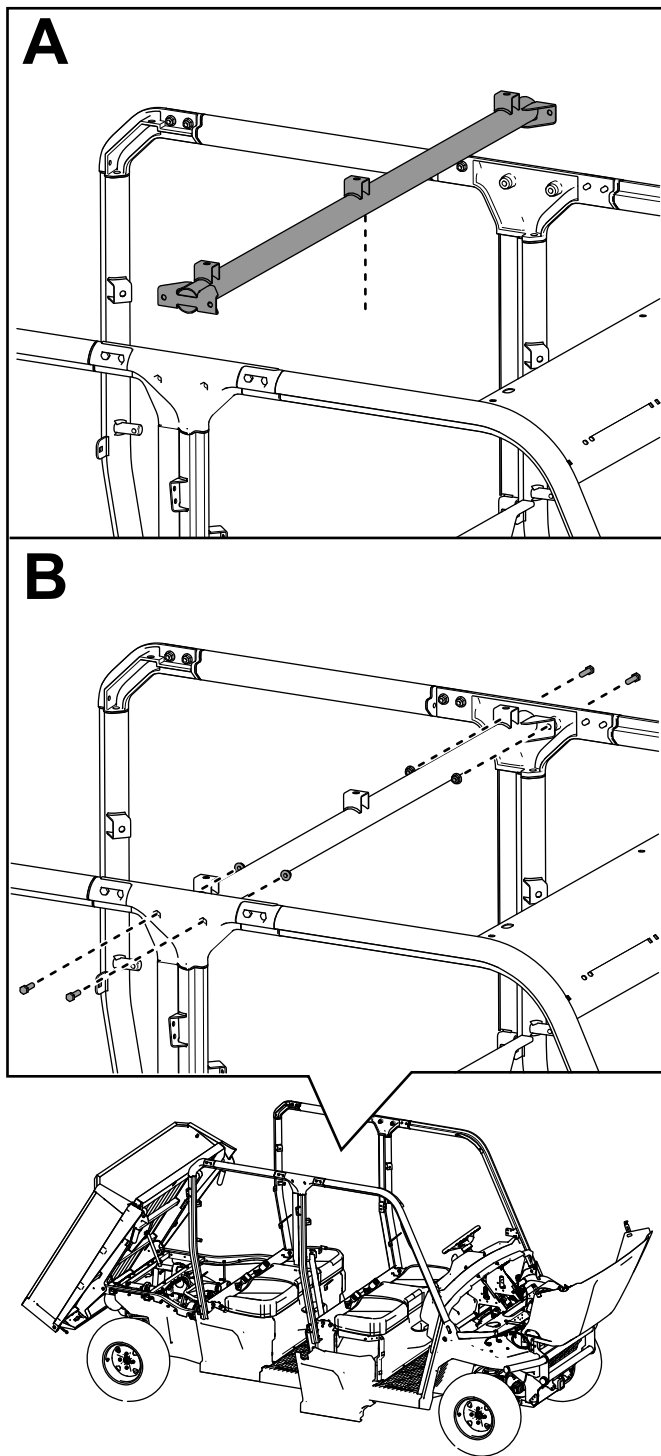

Figura 43
16. Fissate il collegamento trasversale mediano ai gruppi barra rotazione mediani utilizzando 4 bulloni a testa esagonale ($3/8'' \times 1 1/4''$) e 4 dadi di bloccaggio ($3/8''$), come illustrato nella Figura 43.